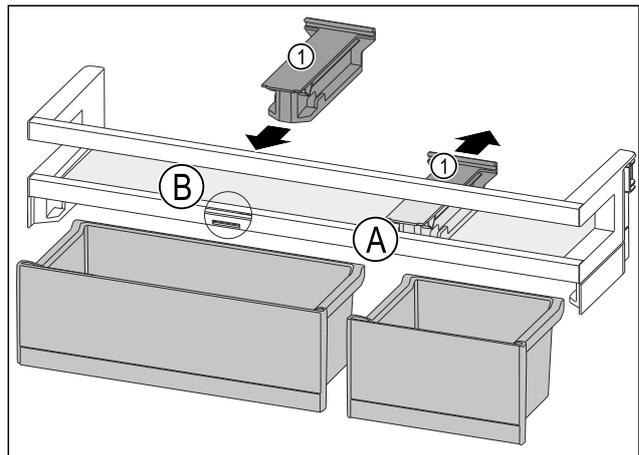

Fig. 78
- ▶ Halteteil Fig. 78 (1) in Position Fig. 78 (A) nach hinten abziehen.
- ▶ Halteteil Fig. 78 (1) in Position Fig. 78 (B) einsetzen.